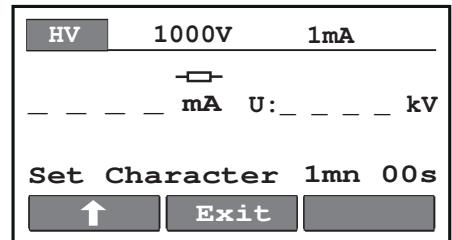

Fig.5. Menu di selezione del carattere della corrente di Test
■ Carattere della corrente di test visualizzata (fig.5)